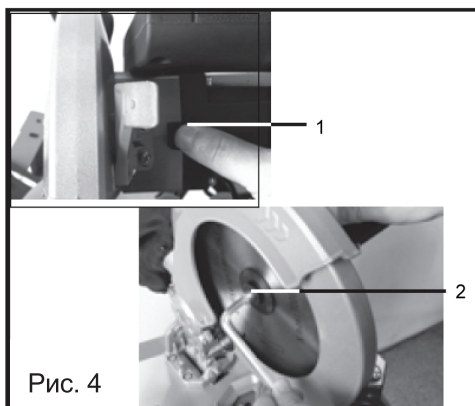

Рис. 4
- Заблокируйте вращение шпинделя нажатием кнопки рычага фиксации шпинделя 1 (Рис. 4).
- Ключом открутите фиксирующий болт пильного диска 2 (Рис. 4).